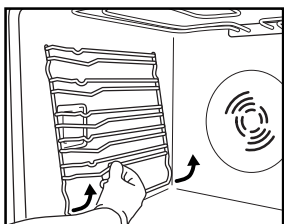

Fig. 1
1. Retire as grelhas do suporte lateral para acessórios (Fig. 1).
2. Retire as grelhas do suporte lateral para acessórios, se existentes (Fig. 1).